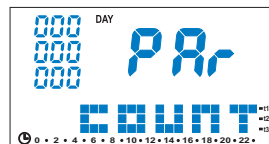

fig. 62
- Premere **il tasto  per 6 secondi**, (esempio in fig. 61). Sul display apparirà per 6 secondi una videata di attesa quindi apparirà il contatore azzerato (esempio in fig. 62).